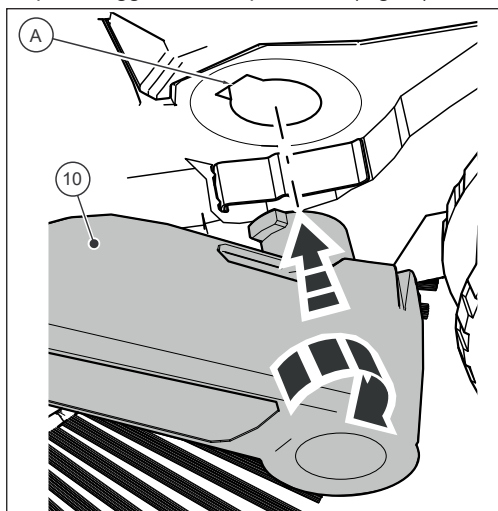

Fig. 3a
1. Posizionarsi tra il maniglione di spinta (1) davanti all'apparecchio.
2. Posizionare una delle due maniglie con l'occhiello di aggancio sulla maniglia (10) nella scanalatura prevista sul telaio (A) in modo che possa agganciarsi in posizione (Fig 3a).